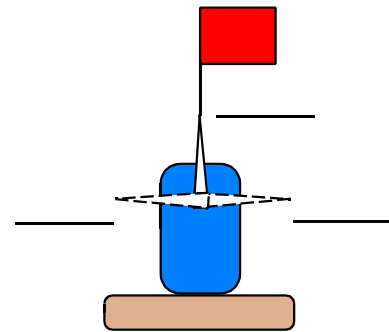

Abb. 2
- (1) die Periodendauer;
- (2) die Pulsweite bei der Mittel-Position (Fahne zeigt nach oben, "12 Uhr");
- (3) die Pulsweite bei der Links-Position (Fahne zeigt nach rechts, "9 Uhr");
- (4) die Pulsweite bei der Rechts-Position (Fahne zeigt nach links, "3 Uhr")
6. Trage die Ergebnisse aus 5. in die Abb. 2 ein.